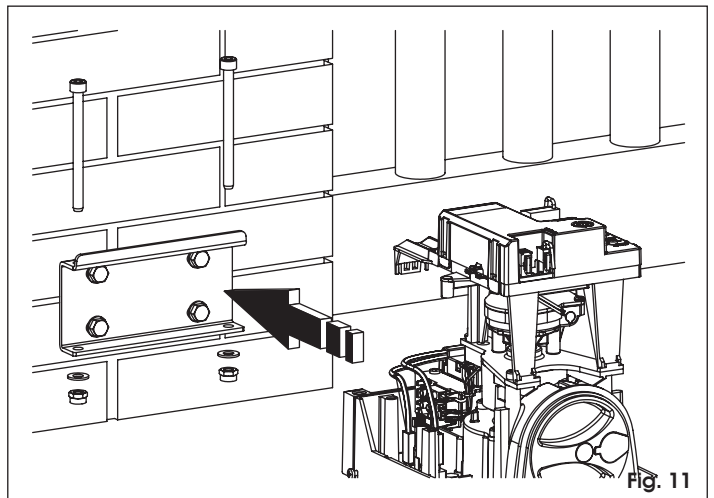

Fig. 11
4. Coloque el operador en la brida que se acaba de fijar con los dos tornillos M8x100 y las correspondientes tuercas suministradas en dotación (Fig. 11).